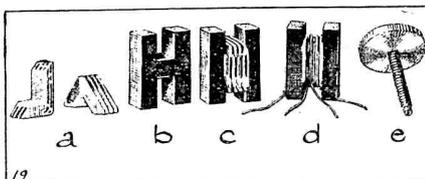

Fig. 19. — Éléments d'une bobine avec noyau en H
E) Bobine à noyau en « H » (Sirufer). — Le noyau est prismatique, en forme d'H; il est en sirufer (fig. 19 b). Sur la branche médiane de l'H, on monte deux équerres en trolitul munies de gorges et destinées à supporter les fils du bobinage; ces équerres, mises en place sur le noyau, sont représentées sur la figure 19 c. La figure 19 d est relative à une bobine finie (après exécution du bobinage). Le réglage du coefficient de self-induction est obtenu à l'aide d'un disque (fig. 19 e) manœuvré par une vis.